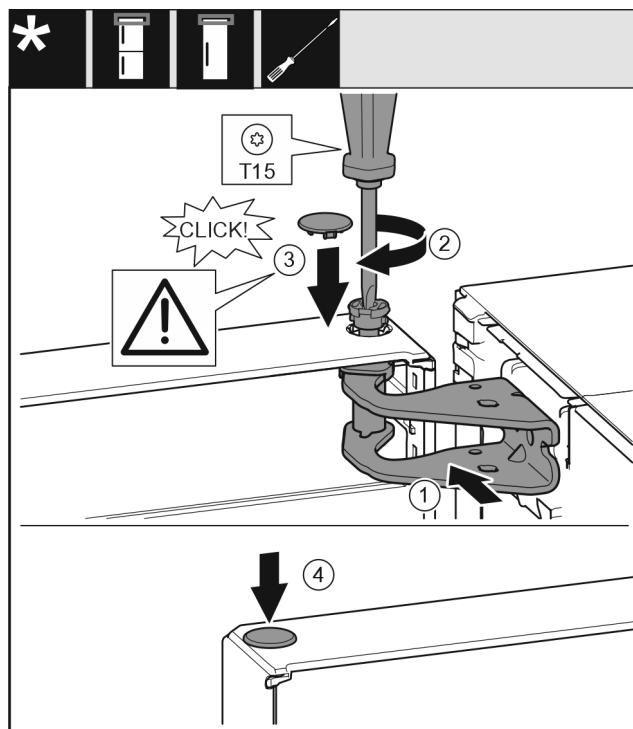

Fig. 35
- Poravnajte gornja vrata prema otvoru u podlošku ležaja Fig. 35 (1).
- Umetnite svornjak Fig. 35 (2) i pritegnite ga odvijačem.
- Postavite poklopac Fig. 35 (3).
- Provjerite da poklopac Fig. 35 (3) naliježe na vrata.
- Postavite poklopac Fig. 35 (4).